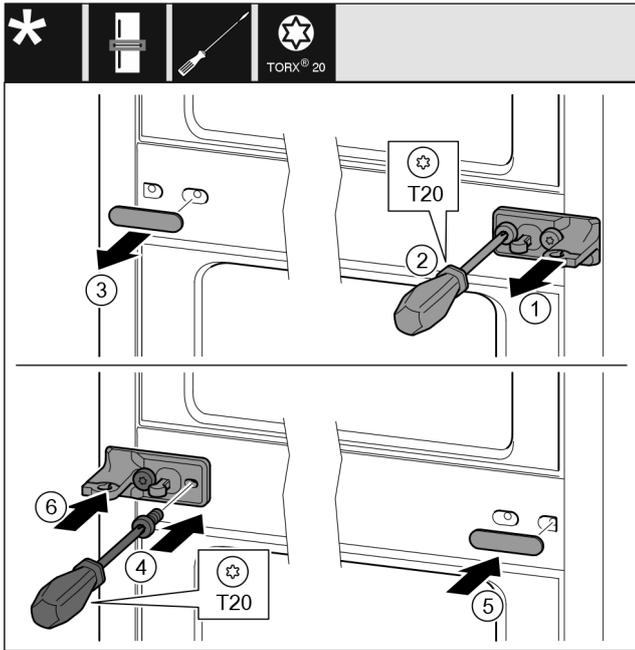

Fig. 31
- ▶ Scheibe abziehen. Fig. 31 (1)
- ▶ Schrauben mit Schraubendreher T20 herausdrehen. Fig. 31 (2)
- ▶ Abdeckung vorsichtig abziehen. Fig. 31 (3)
- ▶ Lagerbock mit Folie um 180° gedreht auf der anderen Seite fest anschrauben. Fig. 31 (4)
- ▶ Abdeckung um 180° gedreht auf der anderen Seite anbringen. Fig. 31 (5)
- ▶ Scheibe von vorn aufschieben. Fig. 31 (6)